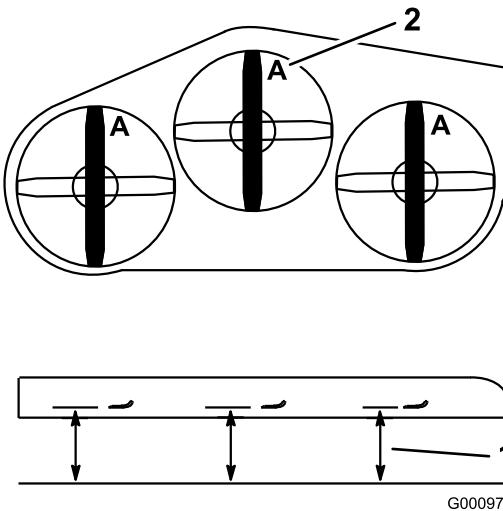

Bild 91
4. Messen Sie an den Stellen A und von einer ebenen Oberfläche bis zur Schnittkante der Messerspitzen (Bild 91).